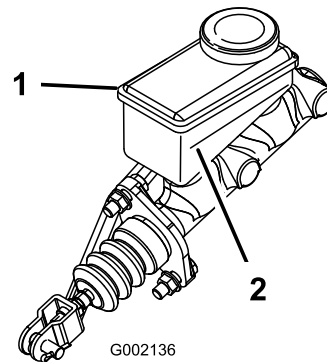

图 54
3. 观察油箱侧面的油位线 图 54。
B. 向油箱添加 DOT 3 刹车油直至液位到达最低标志线上方 图 54。